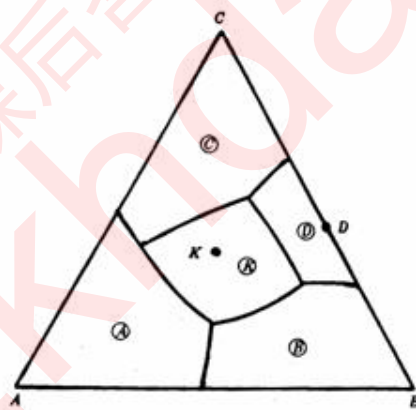

图6-10
6-22 图6-10为 ABC 三元系统相图, 根据此相图: (1) 判断化合物 K 和 D 的性质; (2) 标出各条界线上的温度下降方向; (3) 划分副三角形; (4) 判断各无变量点的性质, 并写出相平衡关系式。